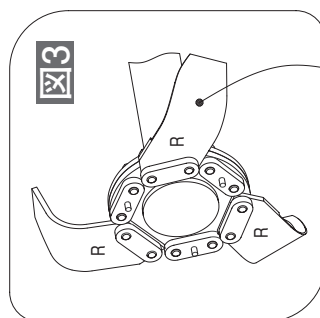

図3
(1) 一番左側のフランジ(図3)
(1) 一番左側のフランジ(**図3**) R爪を図の通り3ヶ所つけます。爪はフランジの左面に付けてください。